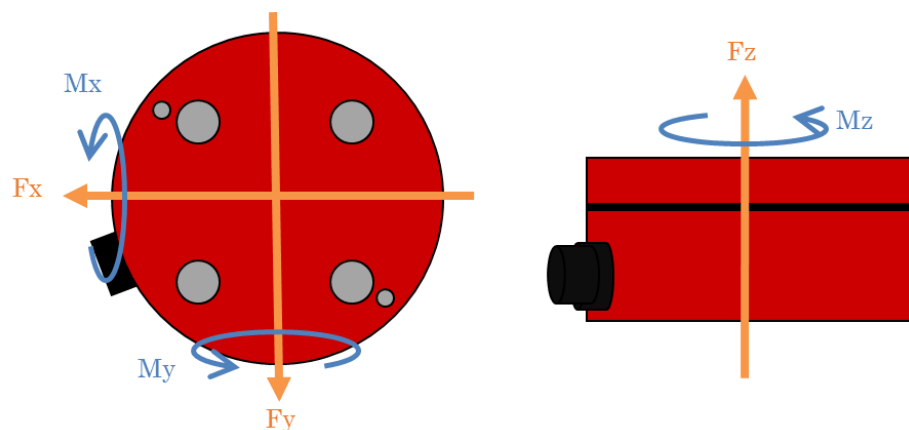
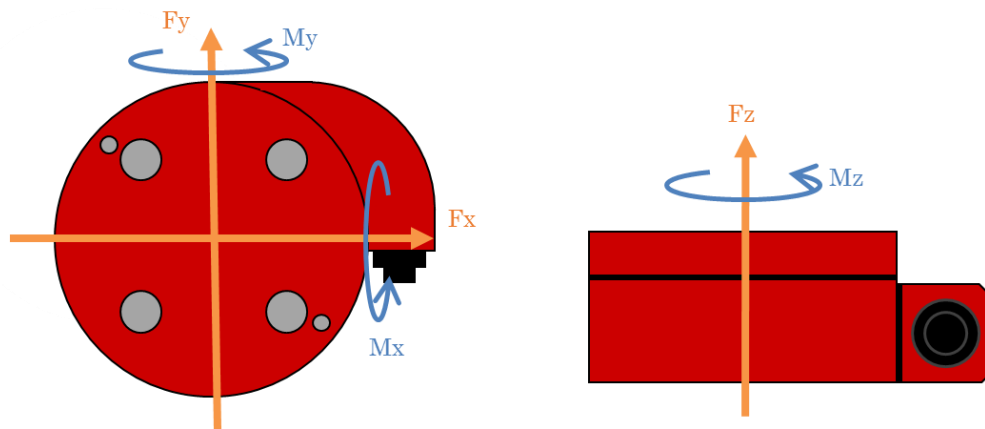

図 1.3 並進力・モーメントの軸定義(RCD)
図 1.6 並進力・モーメントの軸定義(RCD-B)
本センサは、図 1.3 及び図 1.6 のように定義された XYZ 軸方向の並進力(F_x 、 F_y 、 F_z)と各軸回りのモーメント(M_x 、 M_y 、 M_z)を検出し、検出荷重に応じた値を出力します。
*200N/20Nm の製品のみコネクタケースと検出軸との関係が図 1.6 とは異なります。詳細は 5.3 項の「取り付け寸法図」を参照ください。